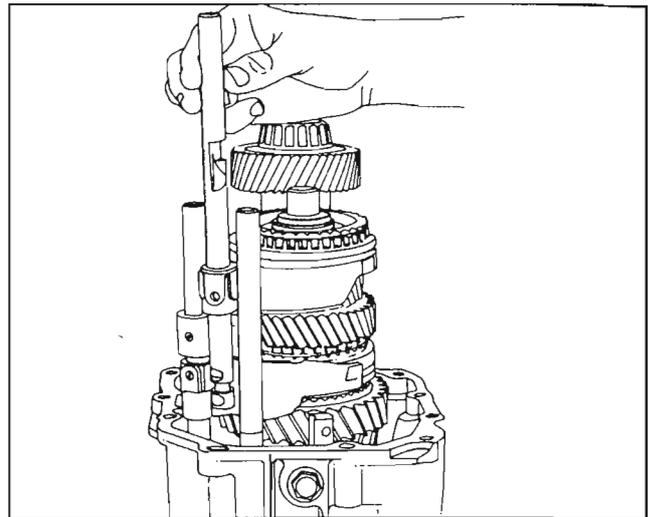

Fig. 25
Saque la varilla de 3^a/4^a (118) junto con el pasador (146). *Fig. 25*